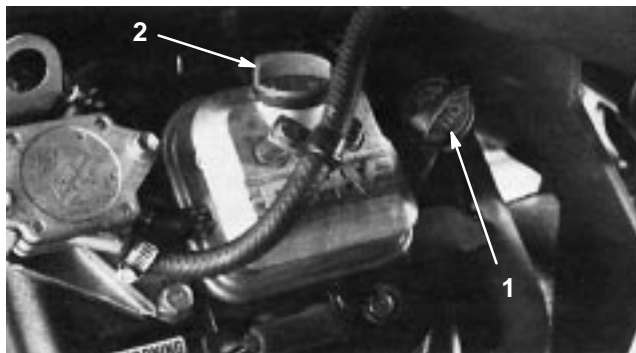

Bild 15
2. Nehmen Sie den Peilstab heraus und wischen Sie ihn mit einem sauberen Lappen ab. Stecken Sie den Peilstab in das Rohr und stellen Sie sicher, dass er vollständig eingeführt ist (Bild 15). Nehmen Sie den Peilstab heraus und kontrollieren Sie den Ölstand. Nehmen Sie bei einem niedrigen Ölstand den Fülldeckel von der Ventilabdeckung ab und gießen Sie genug Öl in die Öffnung, bis der Ölstand die Vollmarke am Peilstab erreicht.